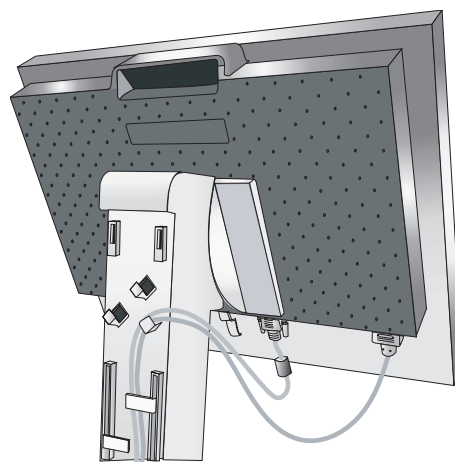
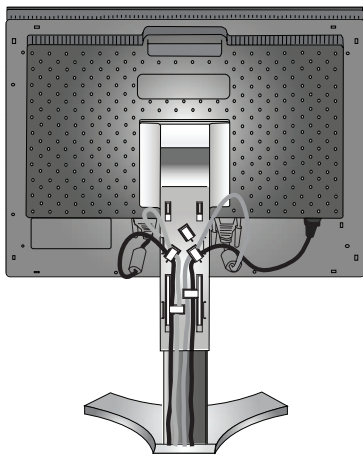
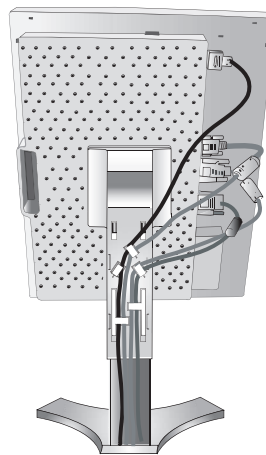

Figura C.2
Figura C.3
Figura C.4
5. Para mantener los cables bien ordenados, colóquelos en el sistema de conducto para cables incorporado en el soporte. Coloque el cable D-Sub (no incluido) y el cable de alimentación en los corchetes correspondientes, como se indica (**figura C.2**). Coloque el cable DVI y el mini D-SUB de 15 clavijas/DVI-A en los corchetes, como se indica (**figura C.3**). Cuando utilice el monitor en modo vertical, coloque el cable DVI y el mini D-SUB de 15 clavijas/DVI-A en los corchetes, como se indica (**figura C.4**).
6. Asegúrese de que todos los cables quedan bien alineados con el soporte en toda su extensión (**figura C.3**). Mientras lo esté haciendo, compruebe que la pantalla del monitor se puede inclinar, subir, bajar y girar bien.